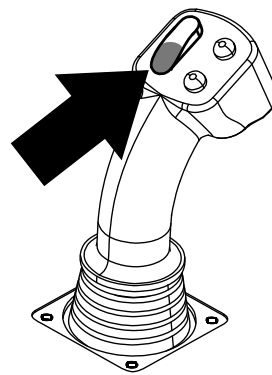
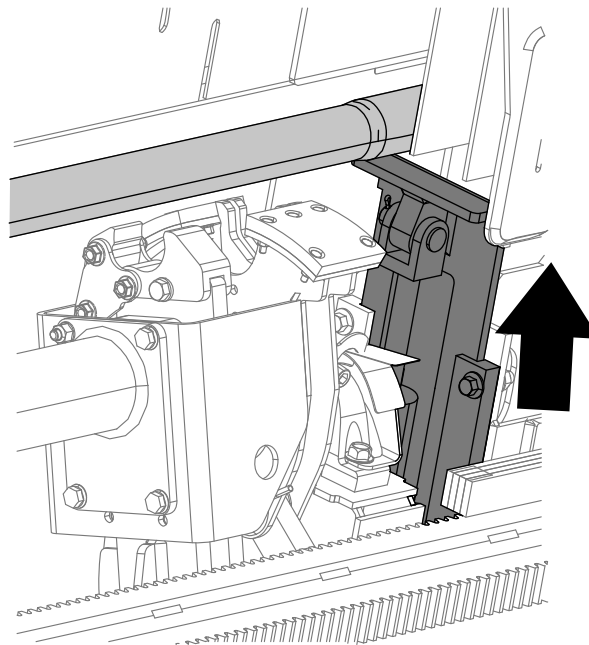

Figura 20
Figura 21
11. Mantenga pulsada la sección inferior del interruptor basculante (Figura 20) hasta que el elevador coloque el tubo en el portatubos y la leva gire a la posición de reposo (Figura 21).